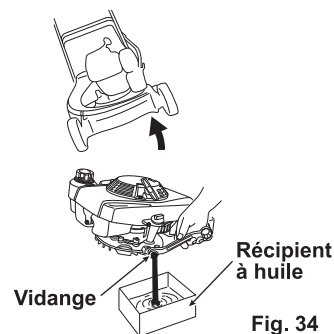

Fig. 34
2. Vidangez l'huile moteur en la faisant couler par l'orifice de vidange. (Voir Fig. 34)